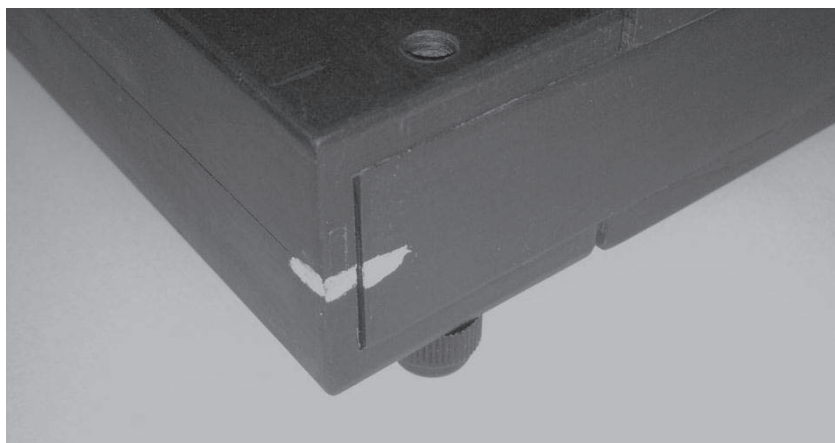

Figure 7 : Traits sur un TC à noyau ouvrant
- Les traits sur les deux pièces des TC à noyau ouvrant doivent s'aligner, comme on le voit à la figure 7.